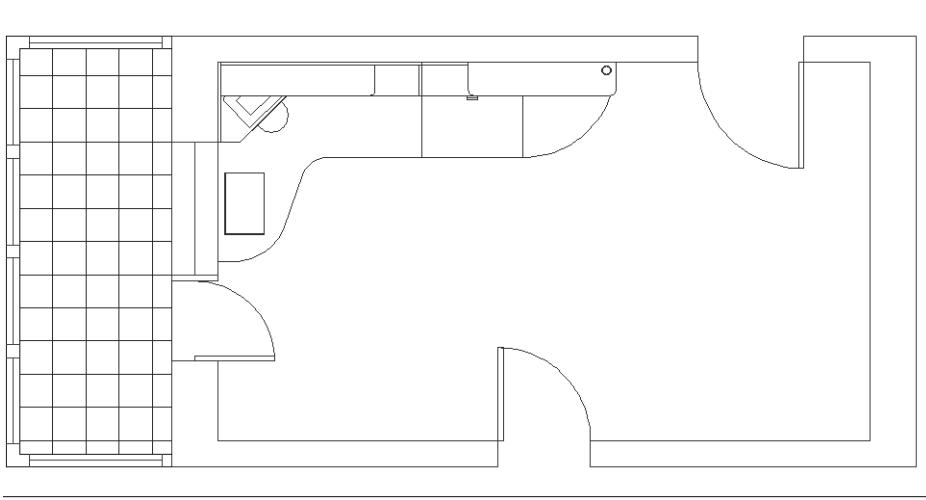

Рис. 9.14 ▼ Специальный узор штриховки, примененный к чертежу с новой точкой привязки
13. Не выходя из режима предварительного просмотра, щелкните правой кнопкой мыши для применения полученного специального узора. Полученная штриховка должна выглядеть так, как показано на рис. 9.14.